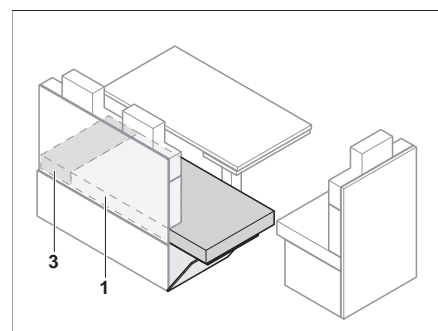

Fig. 115 Dopo l'estrazione
- Tirare i cuscini del divano (Fig. 115,1) sulla prolunga del divanetto.
- Posizionare i cuscini aggiuntivi (Fig. 115,3) tra i cuscini del divano (Fig. 115,1) e la parete esterna.